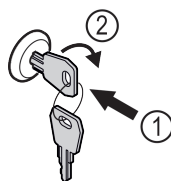

Fig. 161
- ▶ Vajutage võti sisse. Fig. 161 (1)
- ▶ Keerake võtit 90° päripäeva. Fig. 161 (2)